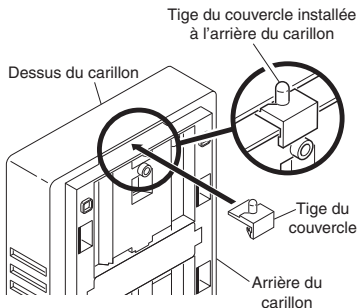

Figure 6
1. Faites glisser la tige du couvercle sur l'arrière du carillon, comme illustré dans la Figure 6. La tige doit être fixée au socle au mur (la tige pourrait être déjà en place).